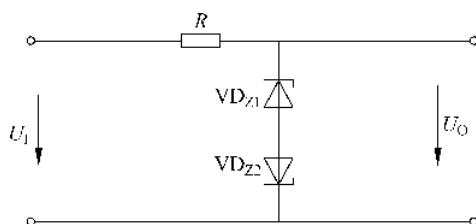

图 1-11
② 最大稳定电流  $I_{ZM}$  指允许通过的最大反向电流。
③ 最大耗散功率  $P_{ZM}$  指稳压管所允许的最大功耗, 其值为  $P_{ZM} = I_{ZM}U_z$ 。若超过此值, 管子将过热而损坏。
**【例 1-1】** 如图 1-11 所示, 已知稳压二极管  $U_z = 5.5$  V, 当  $U_i = \pm 15$  V,  $R = 1\text{k}\Omega$  时, 求  $U_o$ 。已知稳压二极管的正向导通压降  $U_F = 0.7$  V。